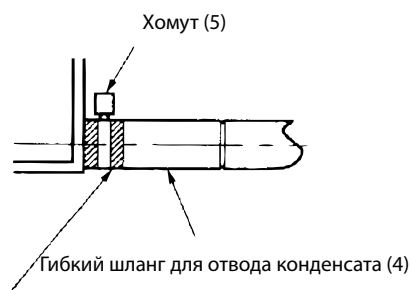

Рис. 2
- Необходимо использовать шланг отвода конденсата (4) и хомут (5), которые входят в комплект. Плотнo вставьте шланг отвода конденсата в соответствующий патрубок. Зафиксируйте хомут куском ленты до тех пор, пока шляпка винта не будет выступать менее чем на 4 мм от шланга (см. рис. 2,3).